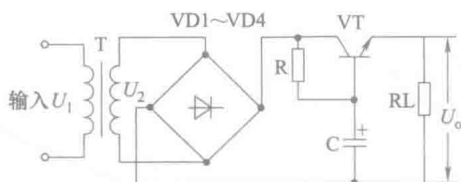

图 1-12 有源滤波电路
(2) 有源滤波 有源滤波电路又称电子滤波器，在滤波电路中使用了有源器件晶体管。有源滤波电路如图 1-12 所示。在有源滤波电路中，接在三极管基极的滤波电容容量为  $C$ ，因三极管的放大作用，相当于在发射极接了一只大电容。